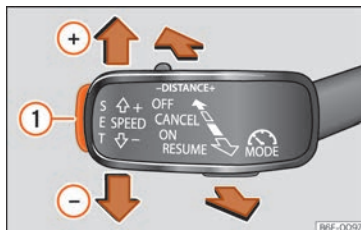

Abb. 223 Links an der Lenksäule: dritter Hebel für die Bedienung der GRA.
- Drücken Sie die Taste **SET** »» Abb. 223 ①.
- Drücken Sie die Taste **SET** »» Abb. 223 ①, um die Geschwindigkeit in kleinen Schritten von 1 km/h (1 mph) zu reduzieren.